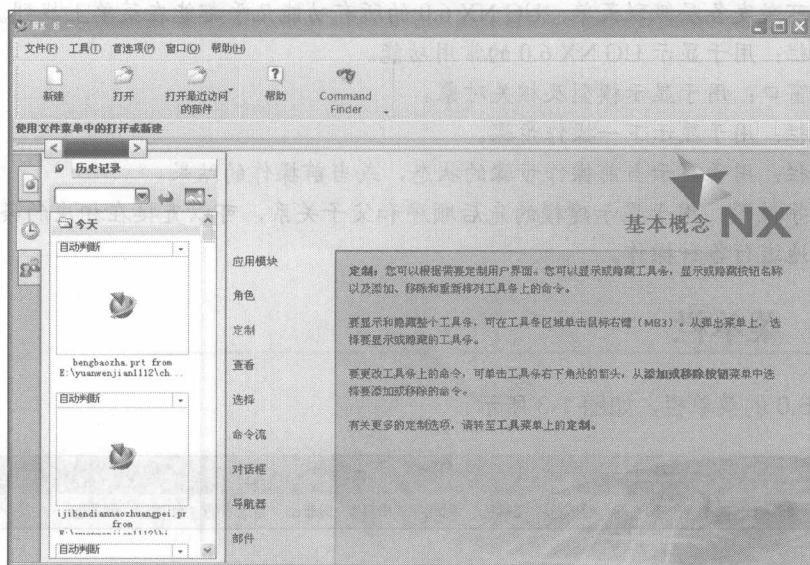

图 1-1 UG NX 6.0 中文版的启动画面
- 直接在 UG NX 5.0 的安装目录的 UGII 子目录下双击 ugraf.exe图标, 就可启动 UG NX 6.0 中文版。UG NX 6.0 中文版的启动画面如图 1-1 所示。